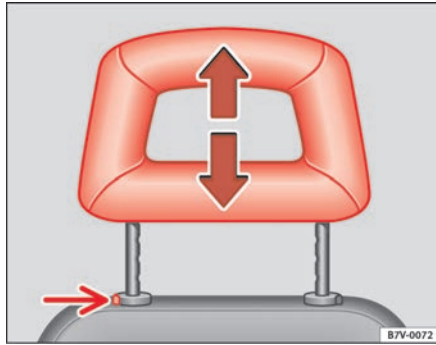

Abb. 85 Kopfstütze einstellen oder ausbauen
- Schieben Sie die Kopfstütze in Pfeilrichtung nach oben oder bei gedrückter Taste ⇒ Abb. 85 (Pfeil) nach unten. Richtige Höhe ⇒ Seite 125.
- Drücken Sie die Taste ⇒ Abb. 85 -Pfeil-
- Schieben Sie die Kopfstütze bei gedrückter Taste ⇒ Abb. 85 (Pfeil) **ganz** nach unten.